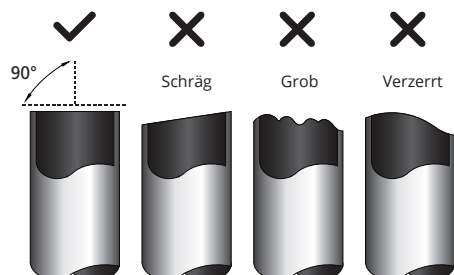

Abb. 7.4
- Achten Sie darauf, dass Sie das Rohr in einem exakten Winkel von 90° schneiden. Siehe dazu Abb. 7.4 mit Beispielen mangelhafter Schnitte